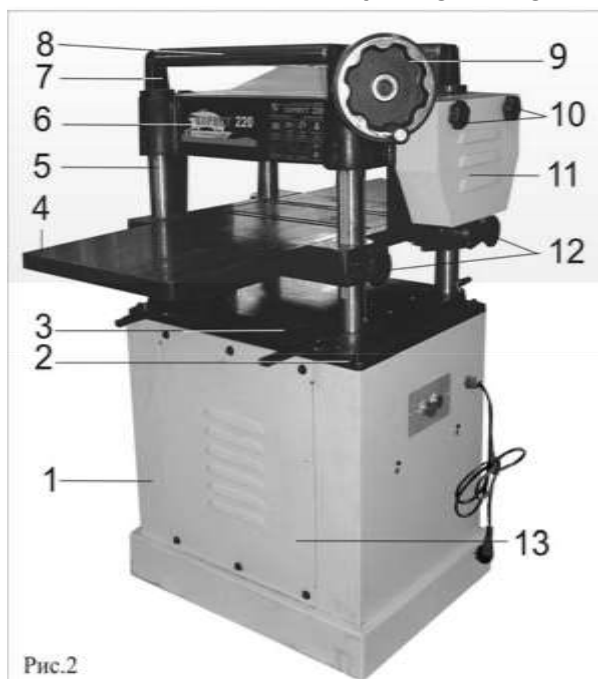

Рис.2
**7. УСТРОЙСТВО СТАНКА (Рис. 2,3)**
### 8.1. Установка станка (Рис.2)
8.2.5. Как показано на Рис.2, установите ручку (15) переключения скорости автоматической подачи заготовки.
10.1.2. Демонтируйте передний кожух (13), Рис.2, скрутите гайки (32) по винту (31) в крайнее нижнее положение. Гайками (33) произведите регулировку положения плиты (35) электродвигателя (34), тем самым перемещая нижний шкив (27) электродвигателя (34), который, в свою очередь, изменяет натяжение ремней передачи (29). Чрезмерное натяжение может привести к преждевременному износу подшипников и ремней передачи (29), а недостаточное натяжение - к их проскальзыванию на шкивах (27 и 30) при нагрузках. Гайками (32 и 33) зафиксируйте положение.